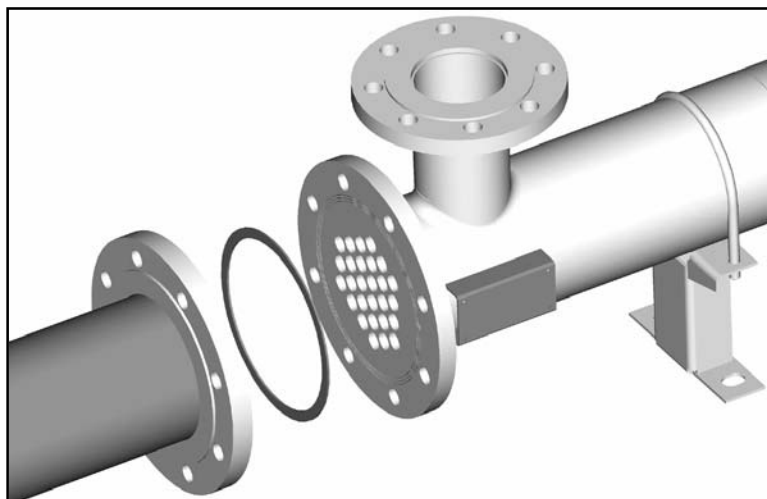

Fig. 14
4.10 Prima di reinserire lo scambiatore nella linea, inserire nuove guarnizioni come indicato in fig. 14. Le guarnizioni devono essere sostituite sempre, ogni volta che si rimuove lo scambiatore.
4.10 Before reinserting the heat exchanger into the line, replace the gaskets as indicated in fig. 14. The gasket must be always substitute when heat exchanger is removed